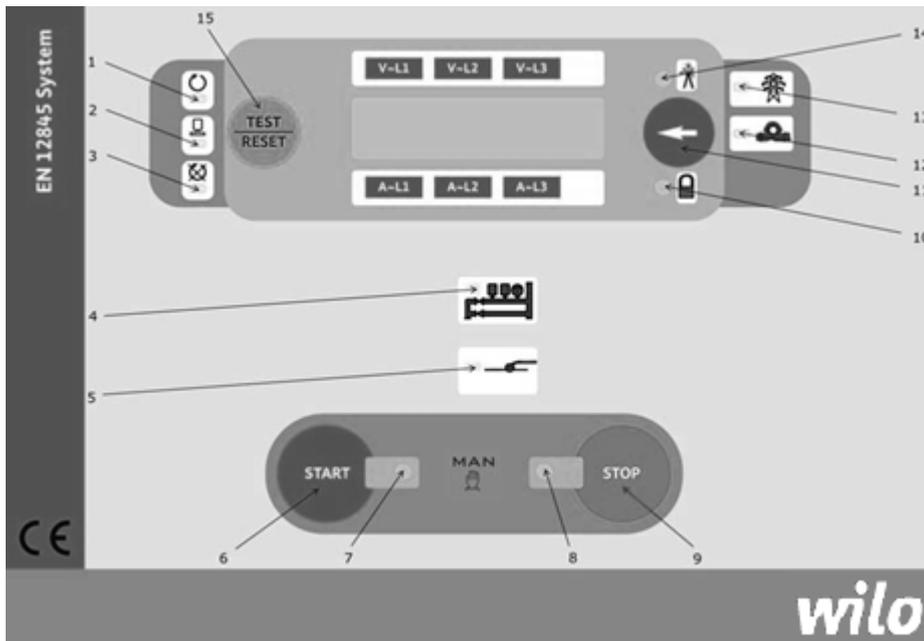

Fig. 8a
Il gruppo pompe NON è dotato di arresto di emergenza con ritenuta di blocco. Le pompe principali si arrestano solo manualmente escludendo l'automatico attraverso il selettore pos. 3q fig. 7a e 7b posizionato su "OFF" e premendo il pulsante di "STOP" sulla centralina comandi pos. 7 fig. 8a e pos. 9 fig. 8b. PERTANTO PRIMA DI COMPIERE QUALSIASI OPERAZIONE SUL GRUPPO POMPE ASSICURARSI DI AVERE A DISPOSIZIONE LE CHIAVI DI MANOVRA DEI SELETTORI MODALI DI ESCLUSIONE DELL'AUTOMATICO.